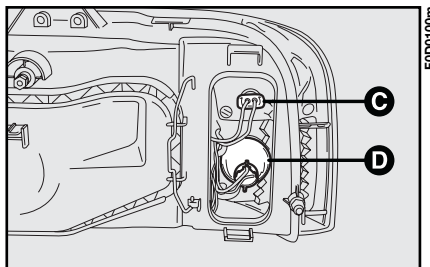

fig. 16
3) sfilare il portalampada **C**-fig. 16 facendolo ruotare leggermente per facilitarne lo sgancio;
- 3) sfilare il portalampada **D-fig. 16**;